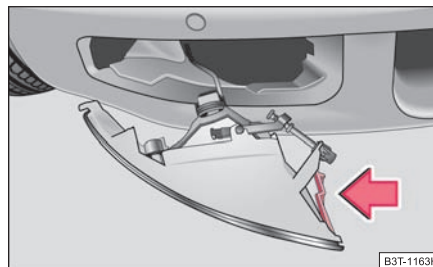

Abb. 237 Ausbau des vorderen Nebelscheinwerfers
- Führen Sie die Hand in die Öffnung, in der sich das Gitter befand und drücken Sie die Federfalle ⇒ Abb. 237.